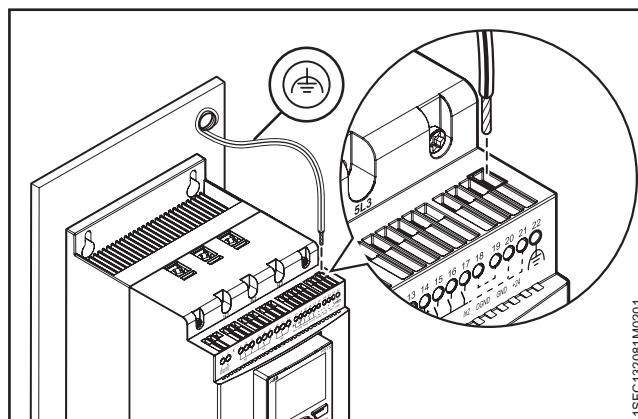

Abbildung 2.4
- Schließen Sie die Funktionserde (Klemme 22) an eine Erdungsstelle in der Nähe des Softstarters an. Siehe **Abbildung 2.4.**